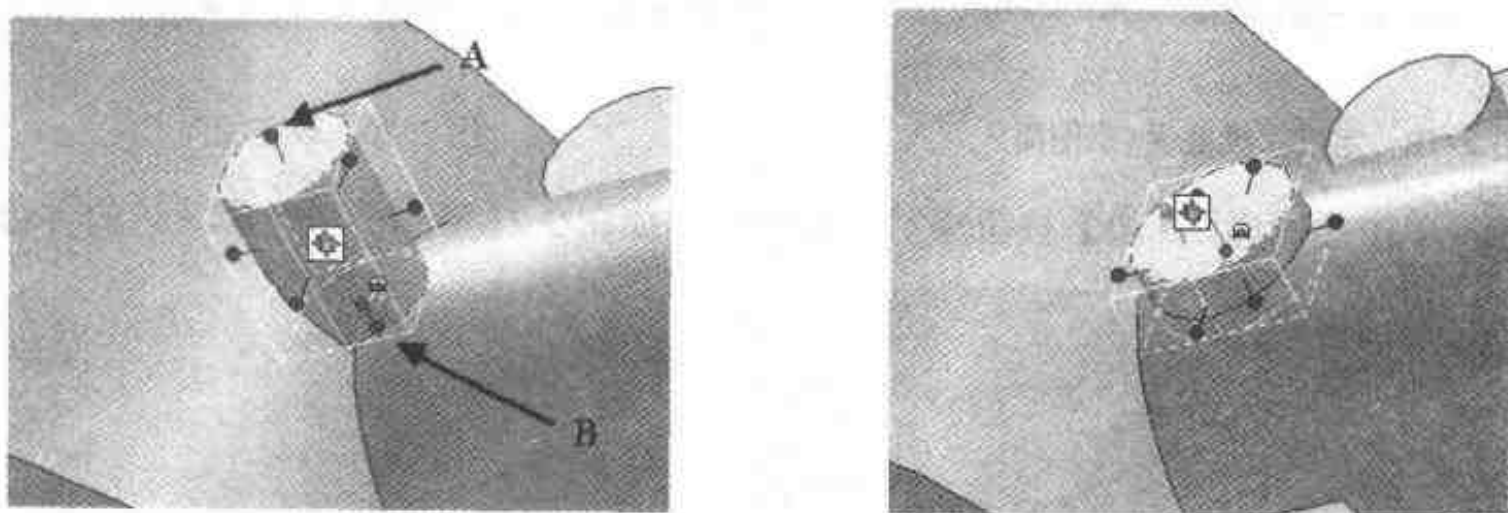

图 2.17 定位图素
- (8) 右击如图 2.17 所示智能手柄 A，将高度改为 10，长度改为 50，单击【确定】按钮；右击手柄 B，将高度改为 20，单击【确定】按钮；打开【三维球】后沿长方体长度方向向右移动 25，结果如图 2.17 右图所示。